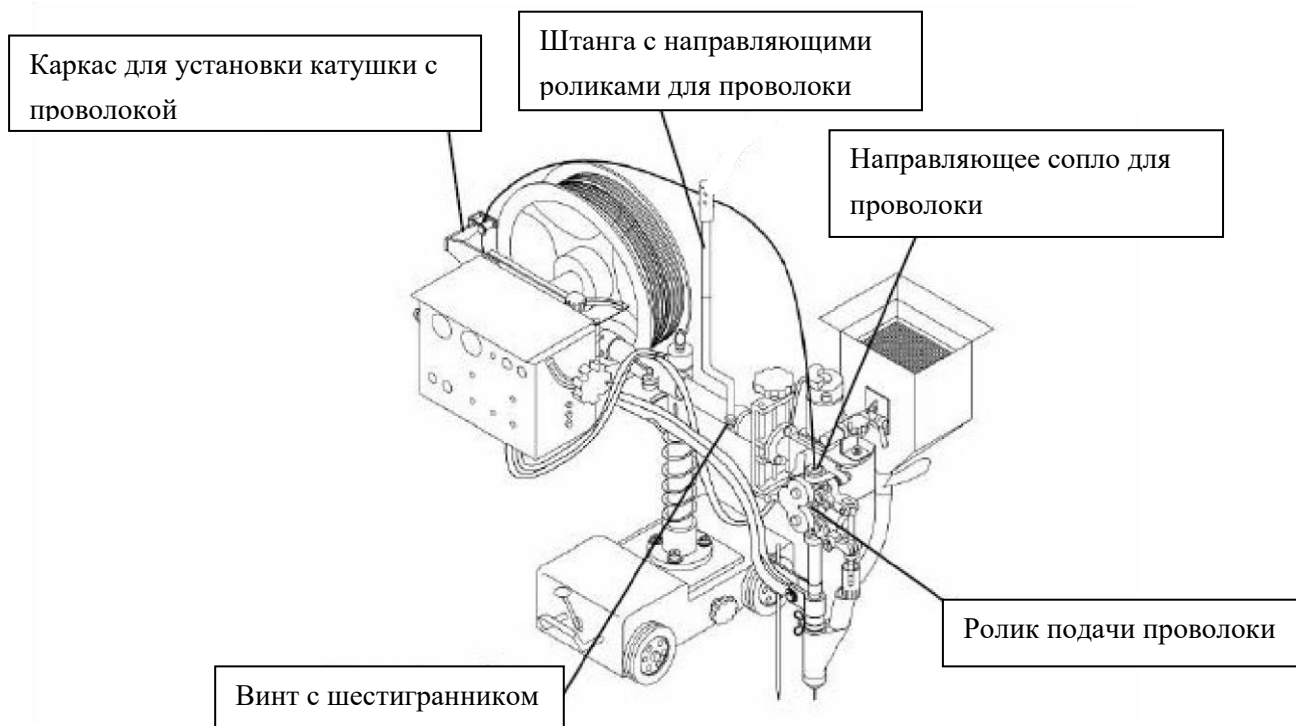

Рисунок 12: Заправка сварочной проволоки
4. Заправка сварочной проволоки (см. Рисунок 12)